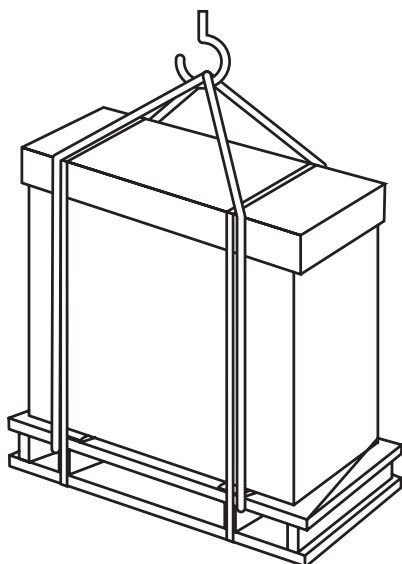

Fig. 3.1 Como Suspender para o Transporte
- (b) Suspenda a unidade devidamente acondicionada com duas (2) cintas, como mostra a Fig. 3.1.